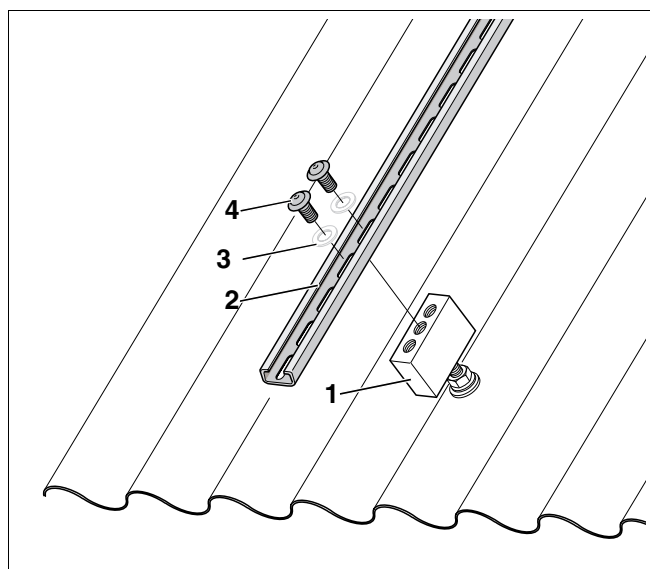

Fig. 8 Fissare le guide profilate verticali (qui: collettori a tubo sottovuoto)
- Posizionate le guide profilate verticali (fig. 8, **pos. 2**) sui blocchi di fissaggio (fig. 8, **pos. 1**), centrandole il più possibile.
- Avvitare le guide profilate verticali con due viti ad esagono cavo (fig. 8, **pos. 4**).
- Utilizzate sempre le due filettature esterne dei blocchi di fissaggio in combinazione con le rondelle per M8 (fig. 8, **pos. 3**).